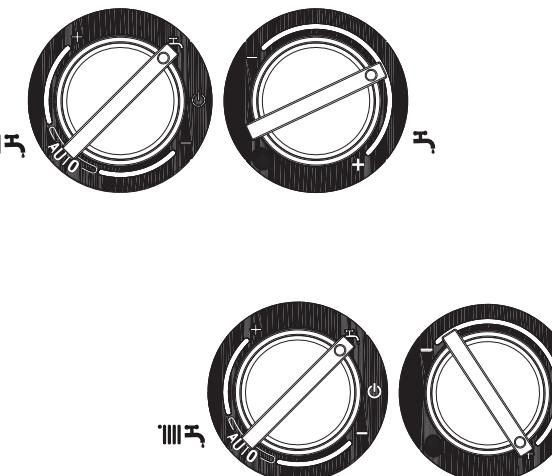

Рис. 5.1
- установите переключатель режимов работы режим «лето» (рис. 5.1)
- установите регулятор температуры в контуре ГВС (рис. 5.1) на максимальное значение.